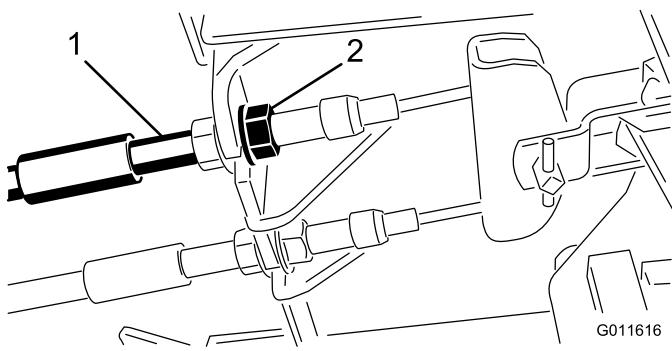

図 74
- 遊びを減らす（ブレーキを締める）には、ブレーキ・ケーブルのネジ山の前ナットをゆるめ、後ろのナットを締める（図 74）。